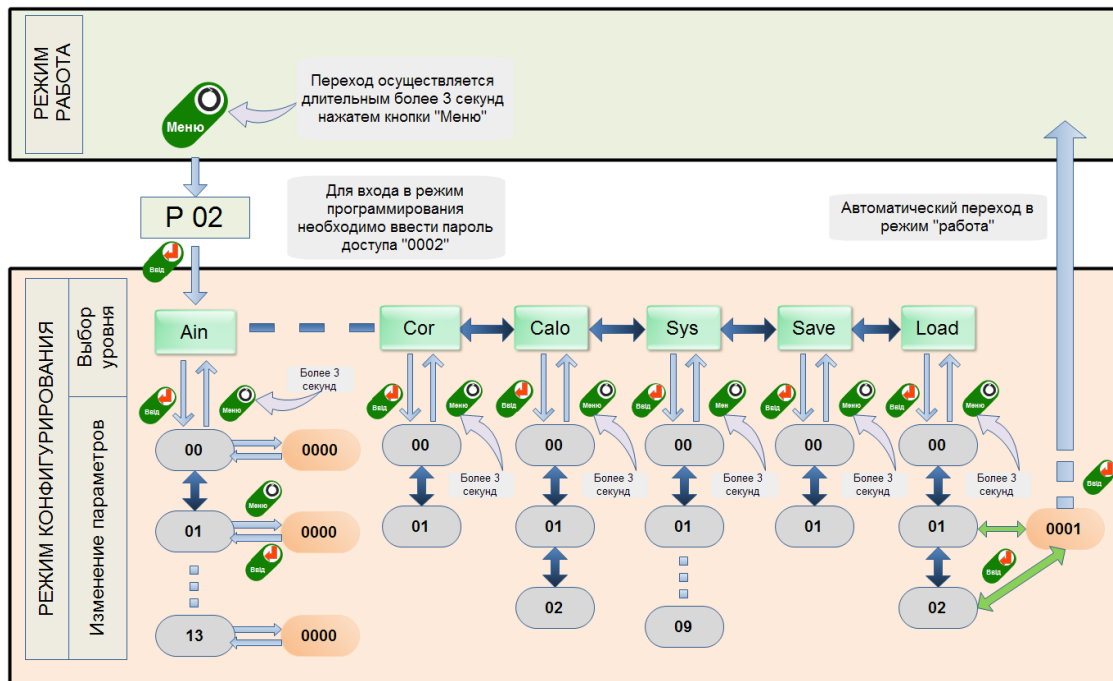

Рисунок 4.2 - Диаграмма уровней режима конфигурации и настроек
- Параметры, используемые в индикаторе ИТМ-16, сгруппированы в уровни и представлены на диаграмме – см. рисунок 4.2.
В дальнейшем по тексту руководства идет ссылка на параметр в виде XXXX.YY (например SAVE.00), где XXXX – название УРОВНЯ, а YY – номер пункта меню (смотри рисунок 4.2).